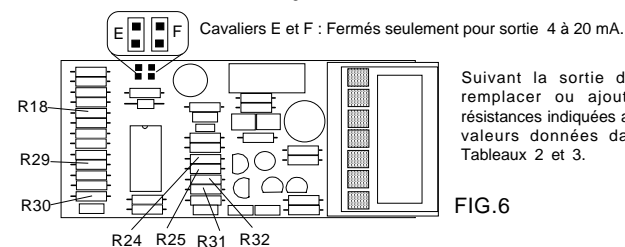

FIG.6
- Choisir sur le module de sortie "MS" la sortie désirée (tension ou courant), en utilisant les cavaliers "E" et "F". (Fig. 6 page 5).
Sauf indications contraires, tous les conditionneurs de signal sont livrés en standard avec leur sortie analogique réglée sur 4 à 20 mA. Pour obtenir la sortie 0 à 10 V, retirer les cavaliers E et F comme indiqué Figure 6. D'autres gammes non standards en tension ou en courant, peuvent être obtenues en ajoutant et/ou en remplaçant des résistances dont les valeurs sont données dans les Tableaux 2 et 3.